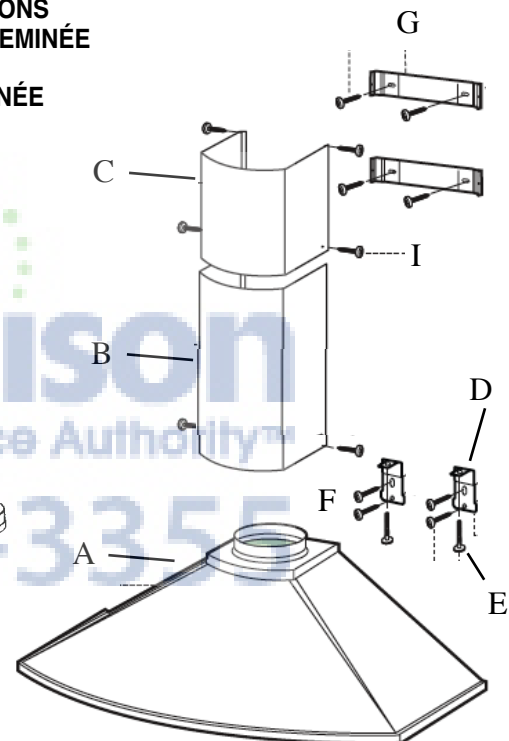

FIGURE 1
8. Pour les installations avec conduits, le **REGISTRE (H de la FIGURE 1)** doit être fixé à l'ouverture d'évacuation sur le dessus de la **HOTTE**. Brancher les conduits et sceller toutes les connexions avec du ruban à conduit.
N'utilisez pas le **REGISTRE ROND (I de la FIGURE 1)** pour les Installations sans conduit. La section **CHEMINÉE SUPÉRIEURE** doit être installée en premier.
Installations sans conduit requièrent le **Kit Pour Conversion Du Conduit**. Ce nécessaire comprend un **CHEMINÉE INFÉRIEURE AVEC TROUS D'ÉCHAPPEMENT D'AIR (A de la FIGURE 9)**, un **DÉFLECTEUR SANS CONDUIT (C)**, deux **GRILLES (B)** pour couvrir les trous du couvercle de cheminée et deux **FILTRES AU CHARBON (D)**. Le **DÉFLECTEUR SANS CONDUIT** doit être installé avant le couvercle de la **CHEMINÉE INFÉRIEURE AVEC TROUS**, comme à la **FIGURE 9**. Le couvercle de **CHEMINÉE INFÉRIEURE SANS LES TROUS** doit être mis de côté (**B de la FIGURE 1**).